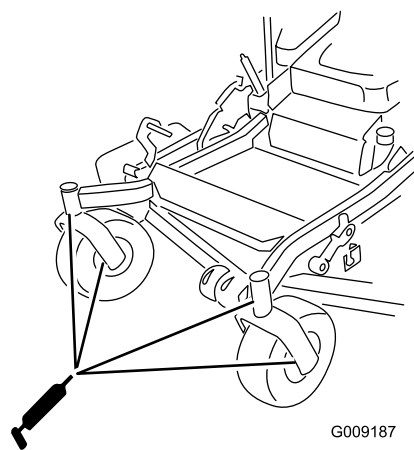

Figura 43
13. Togliete il raccordo d'ingrassaggio dal foro. Montate il tappo esagonale e lo scodellino parapolvere (Figura 43).